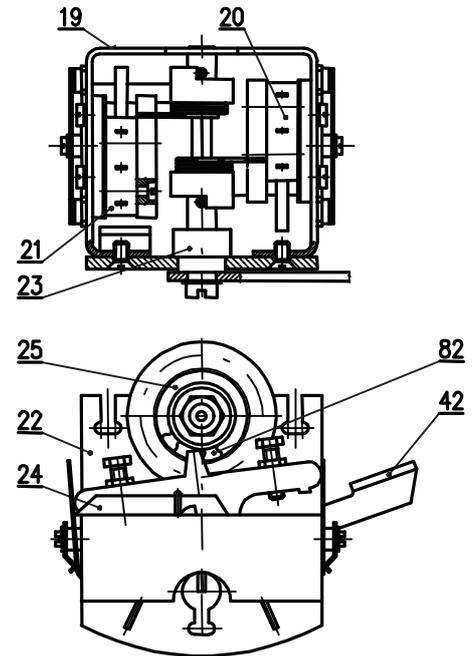

Рис. 5
- моментное устройство (рис. 5)
- механизм блокировки (82) рис. 5
**Моментное устройство** (рис. 5) представляет несущую балку, на которой размещены выключатели S1 (20) и S2 (21). На валике (23) размещены выключающие рычажки (24), которые при помощи пружины удерживают выключатели в присоединенном состоянии вплоть до момента, когда происходит поворот валика от привода моментного выключателя.
**Механизм блокировки** (82) (рис. 5) обеспечивает блокировку моментного выключения, как правило, на 1 или 2 оборота после реверса ЭП. После осуществления установленного количества оборотов моментное устройство возвращается к своему первоначальному функционированию.